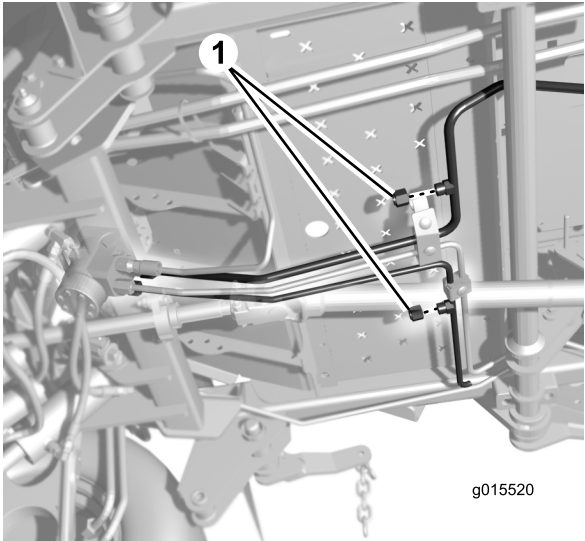

图8
- 在液压管盖下面放置一个放油盘图8。
- 从机器液压管上取下盖子图8。安装液压管时一次取下一个盖子以防液压油过度流失。